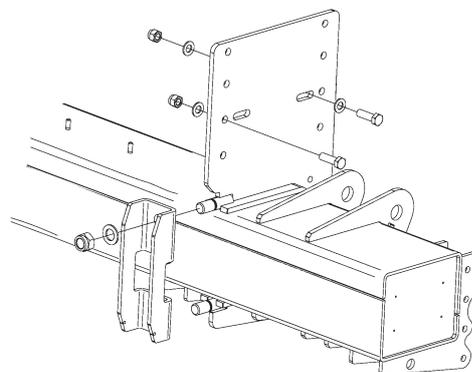

Abbildung 16. Das U-Profil mit den dazugehörigen Unterlegscheiben und Muttern montieren
8. Das U-Profil mit den dazugehörigen Unterlegscheiben und Muttern montieren, ohne diese anzuziehen. Die Muttern abwechselnd anziehen, bis das U-Profil direkt am Hubträger anliegt, siehe Abbildung 16